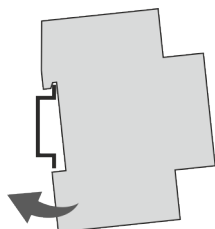

Fig. 4 : Montage sur rails DIN
1. Placez l'extension de canal par le haut sur le rail DIN (Fig. 4) et appuyez-la vers l'arrière jusqu'à ce qu'elle s'encliquète.